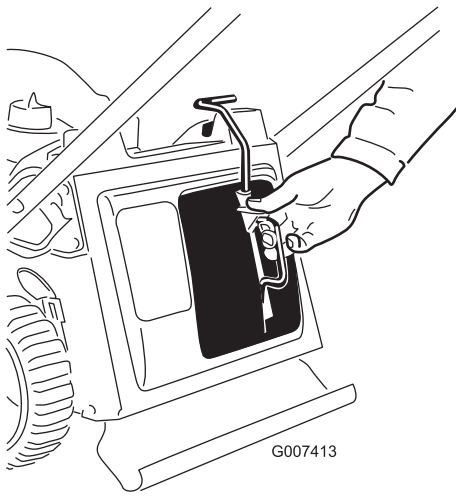

Bild 11
2. Drücken Sie die Taste am Hebel mit dem Daumen und setzen Sie den Mulchverschluss ganz in die Öffnung ein (Bild 11).